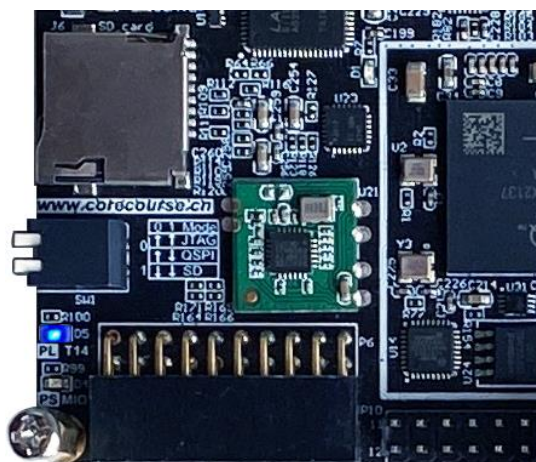

图 1-6 程序下载成功之后，LED 灯被点亮
2. 使用 bit 文件配置 FPGA 开发板，下载完成之后，开发板右边的 PL 侧的 LED 灯会被点亮，如下图 1-6 所示，此时说明摄像头初始化成功。